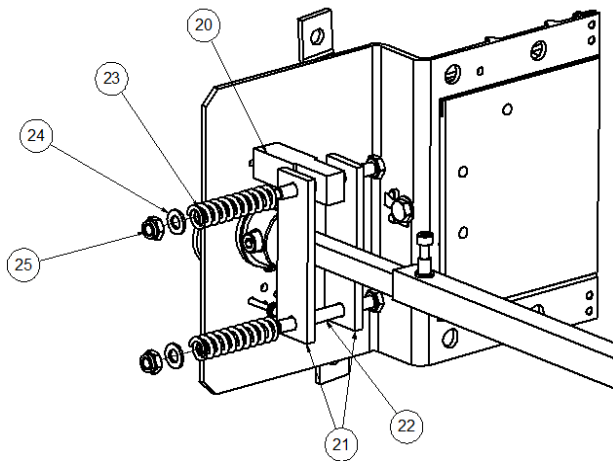
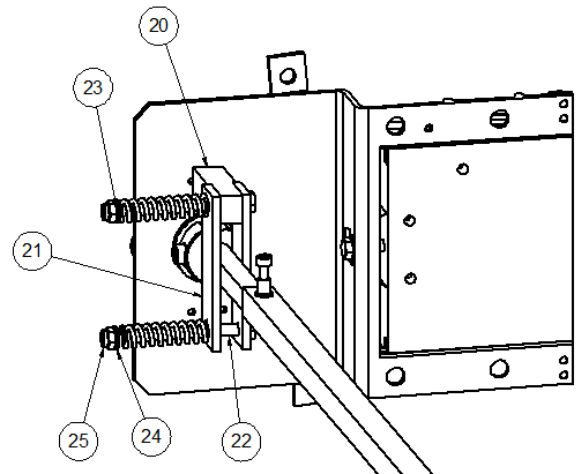

Figura 15: Colocación de los muelles del sistema tensor
Figura 16: Disposición final del sistema
A continuación, se hace pasar el otro tornillo DIN 931 M8 X 100 (22), por los taladros libres de los soportes del eje y por el muelle (23), tal y como se indica en la Figura 15. Por último, se cierra el conjunto con una arandela DIN 125 M8 (24) y una tuerca Autoblock DIN 985 M8 (25), Figura 16.